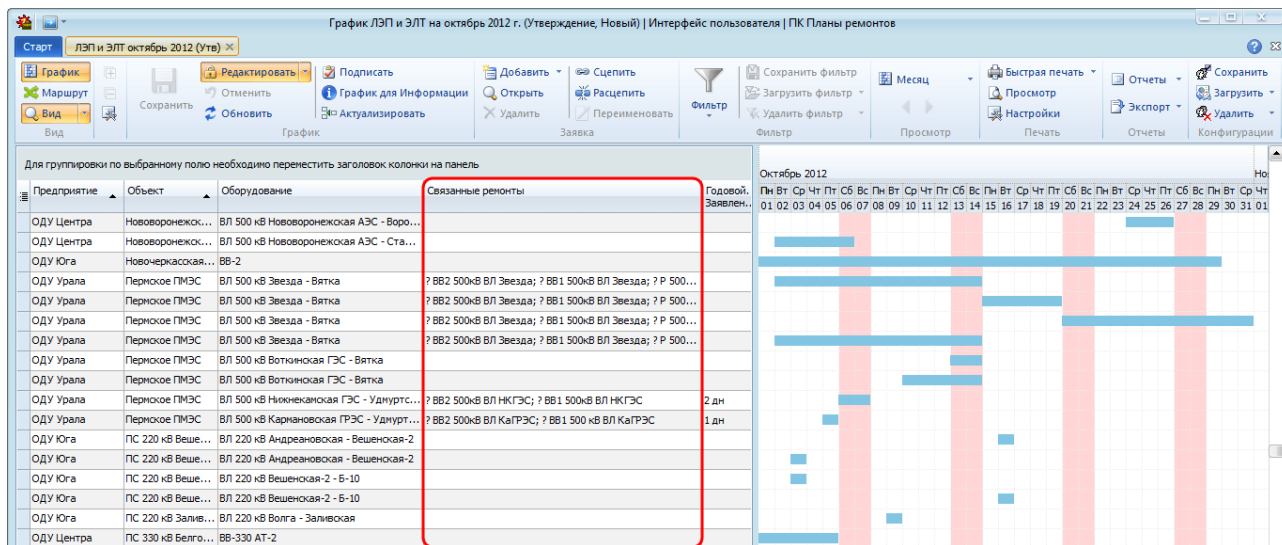

Рисунок 10.166 – Информация о связанных ремонтах на форме графика
- в табличной части графика в поле «Связанные ремонты» (Рисунок 10.166);